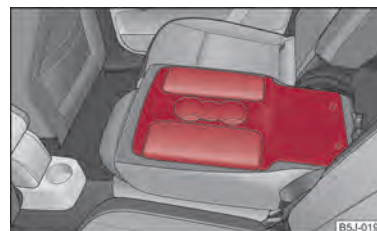

Fig. 43 Sedili posteriori: Bracciolo
- E' possibile ribaltare in avanti lo schienale del sedile centrale → pagina 54, Ribaltamento dei sedili posteriori ed utilizzarlo come bracciolo o tavolino con portabevande → fig. 43.